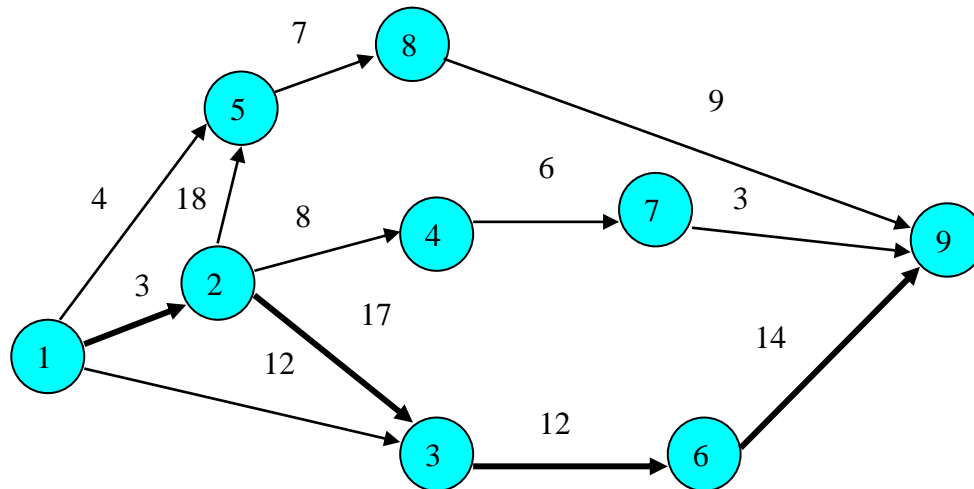

Рисунок 6.1 – Мережний графік
1. Кожну подію на графіку зображуватимемо колом, у якому запишемо його номер (рис. 6.1). Вихідну подію прийнято зображувати крайньою зліва. Праворуч від вихідної події зображуємо події, які пов'язані з вихідною подією роботами. Події, відповідно до початкових даних, з'єднуються стрілками, над якими вказується тривалість роботи. Завершальну подію прийнято зображувати